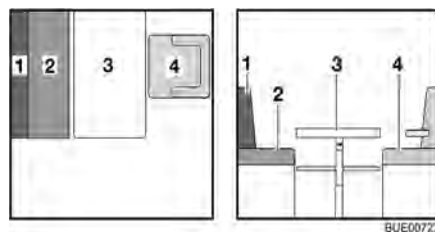

Fig. 106 Antes de la transformación
- Girar el asiento del conductor (Fig. 106,4) y empujarlo completamente hacia adelante.
- Transformar la mesa (Fig. 106,3) en base de cama (véase apartado 6.10).
- Poner a un lado el cojín del respaldo (Fig. 106,1).